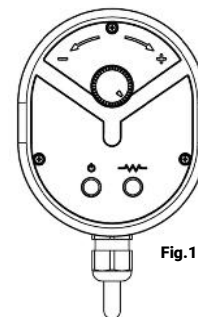

Fig. 1
- Il dispositivo deve essere montato in posizione orizzontale con il cavo di alimentazione rivolto verso il basso (vedi Fig.1)